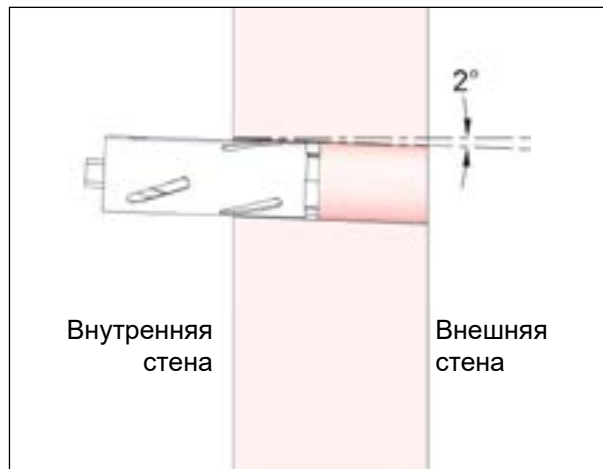

Рис. 18: просверлить отверстия
- Просверлите два отверстия диаметром Ø 120 мм как показано на рис. 18.